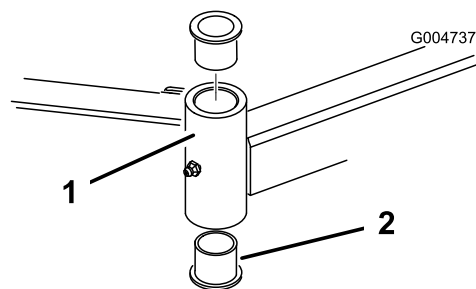

Figure 25
- Insérez un chasse-goupille dans le haut ou le bas du tube de montage et chassez la bague hors du tube (Figure 25). Chassez ensuite l'autre bague. Nettoyez l'intérieur des tubes de montage.